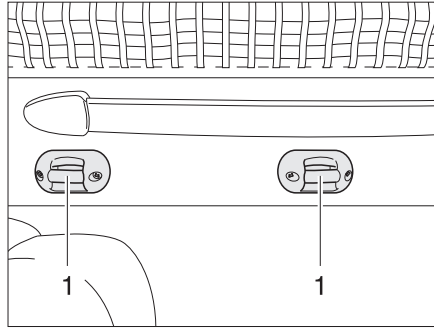

Fig. 128 Soporte escalera de ascenso
- Enganchar la escalera de ascenso a las grapas (Fig. 128,1) de la cama elevada con los dos ganchos.